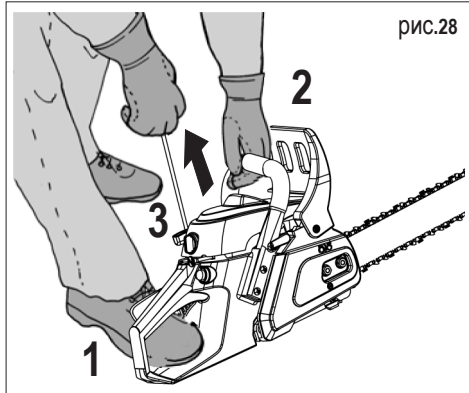

рис.28
4) Держите крепко бензопилу, как показано на рис. 28.
5) Потяните несколько раз резко ручку пускового тросика, пока двигатель не запустится (обычно, не более 4-5 раз), рис. 28.
7) Продолжайте дергать тросик, пока двигатель не запустится (рис. 28).
- Держите бензопилу крепко (рис. 28), и дайте двигателю и цепи поработать, по крайней мере, 15 секунд (для прогрева).
3) Потяните с силой за ручку пускового тросика, пока двигатель не запустится, рис. 28.